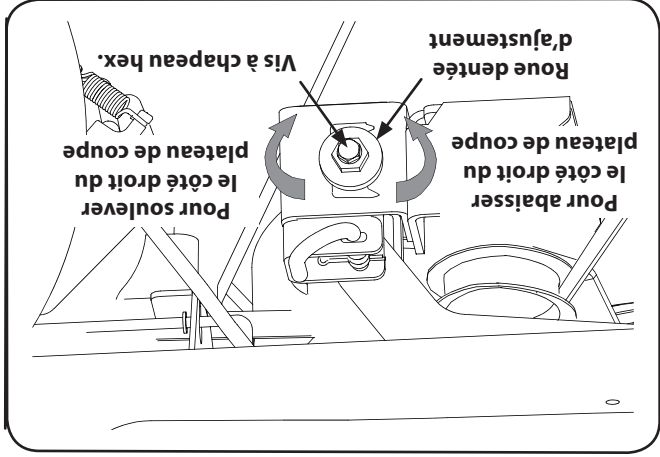

Figure 6-7 (50 po)
6. Desserrez (sans l'enlever) la vis à chapeau hex. du support d'accrochage droit du plateau de coupe. Voir la Figure 6-7.